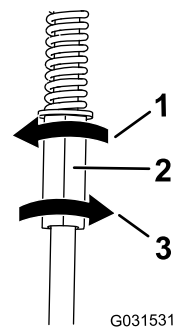

Figura 58
4. Rode a barra de controlo de elevação em incrementos de um quarto de volta até que a máquina se desloque para a direita (Figura 58).